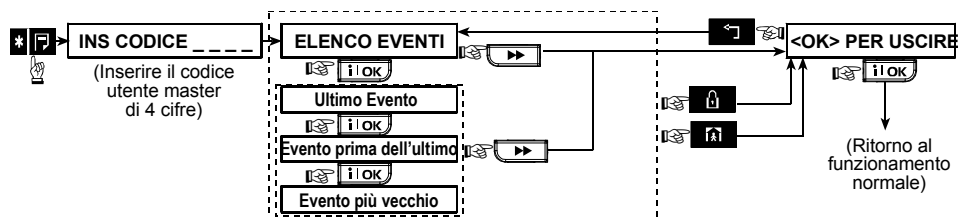

Figura 9. – Utilizzo dell'Elenco eventi
**Se si desidera una panoramica sull'utilizzo del registro, fare riferimento alla Figura 9. È possibile utilizzare il diagramma di flusso come guida, invece di leggere la procedura passo a passo.**